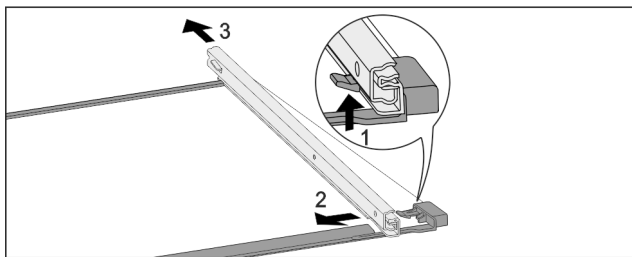

Fig. 180 Tablette en verre avec rails
- Pousser le crochet d'enclenchement avant vers le bas. Fig. 180 (1)
- Pousser le rail télescopique vers le côté Fig. 180 (2) et vers l'arrière Fig. 180 (3).